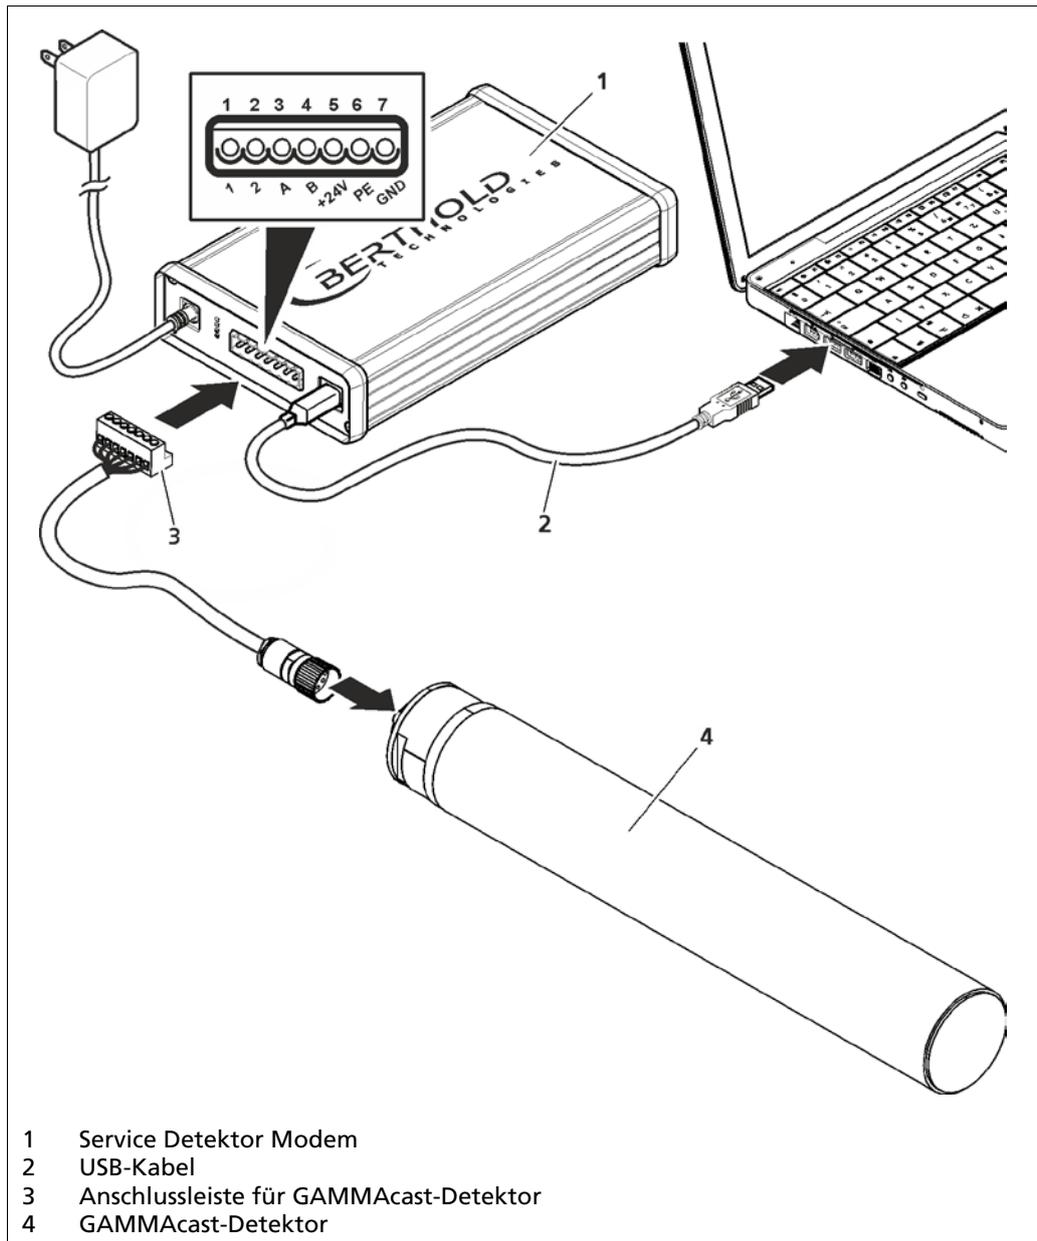

Abb. 9 Detektor Service Modem
1. Schließen Sie den GAMMAcast-Detektor an die Klemmleiste (Abb. 9, Pos. 3) des Detektor Service Modem (Abb. 9, Pos. 1) an.
2. Schließen Sie das Detektor Service Modem über das mitgelieferte USB-Kabel (Abb. 9, Pos. 2) an einen freien USB-Anschluss an Ihrem PC an.